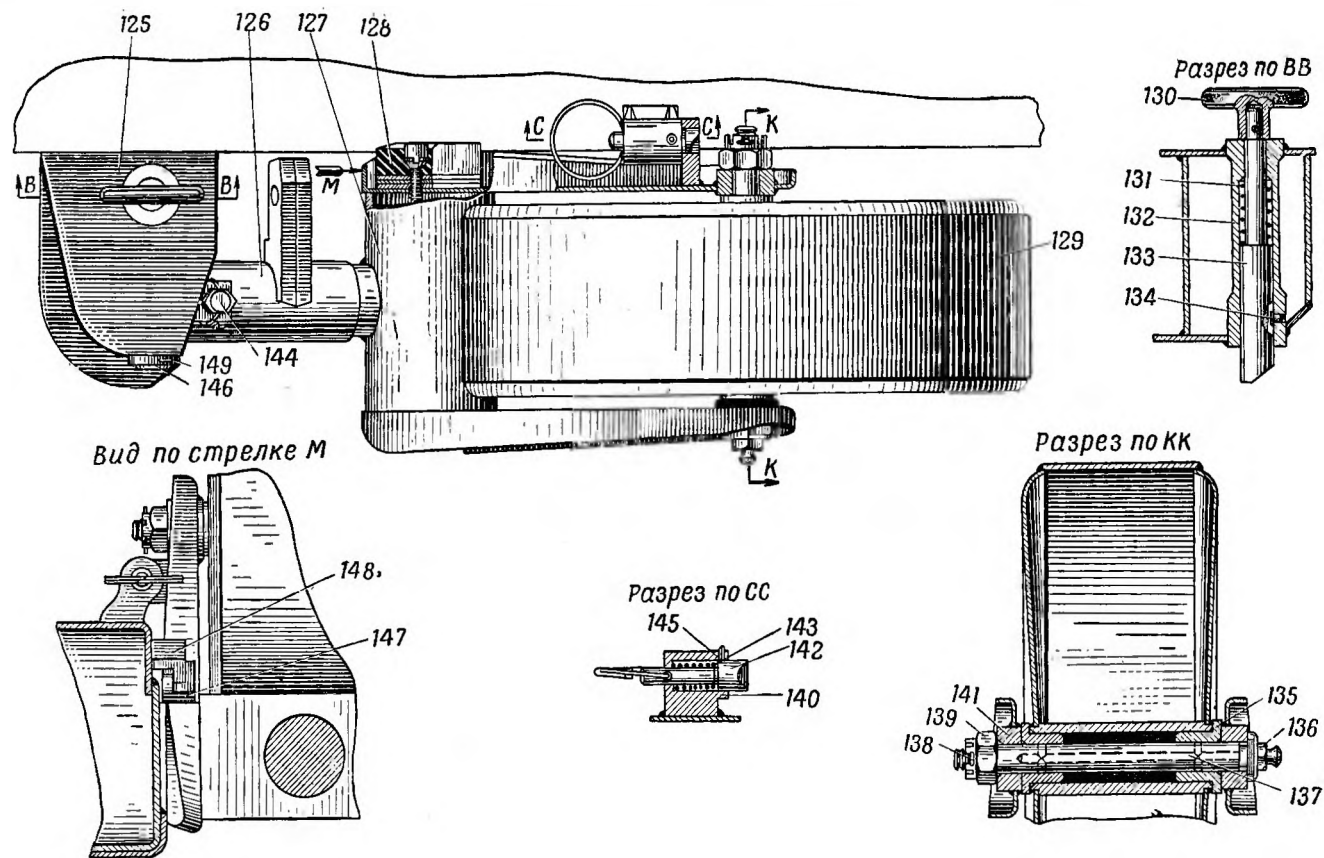

Рис. 55. Подкобовотой каток (С628) — вид сверху и разрезы:
6. Разобрать подхоботовой каток (рис. 55), для чего:
5. Собрать подхоботовой каток (рис. 55), для чего: